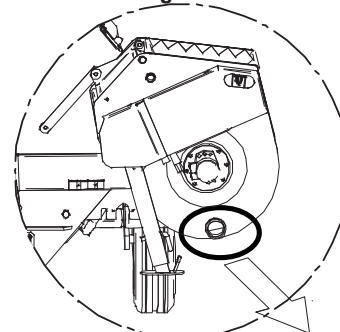

Fig. 11
- Vider le malaxeur en ôtant le bouchon (Fig. 11) ou en vidant la trémie.